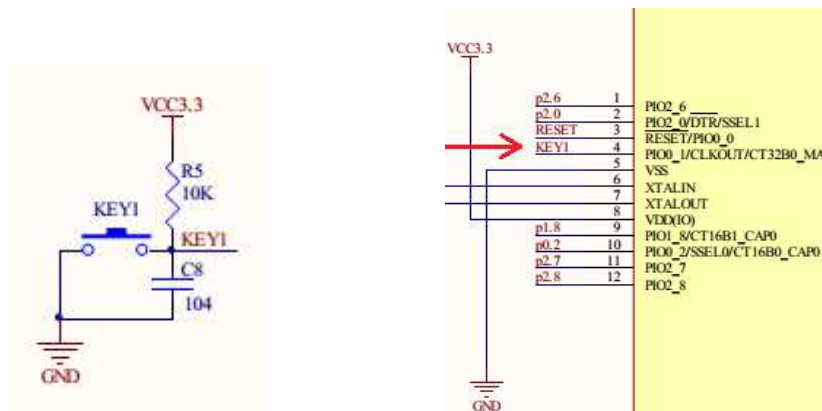

图 3-1 按键输入
(1) 开发板按键连接到 LPC1114 的 P0\_1 引脚, 见图 3-1, 本实验中该引脚被配置成 GPIO 中断输入功能。